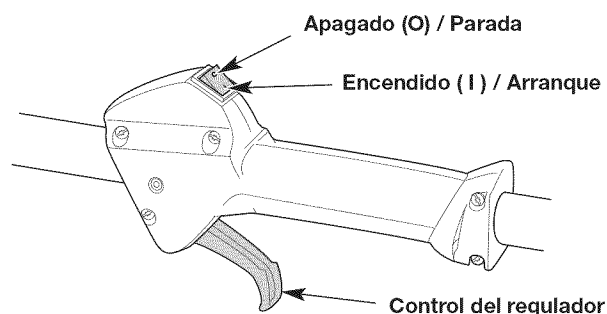

Fig. 7
NOTA: No hay necesidad de encender la unidad. El interruptor de Encendido/Apagado debe estar en la posición ENCENDIDO (I) en todo momento (Fig. 7).
6. **NO** oprima el control del regulador (Fig. 7). Tire de la cuerda con movimiento controlado y firme hasta que la unidad arranque (Fig. 10).
2. Oprima y no suelte el interruptor de control de Encendido y Apagado en la posición APAGADO (O) hasta que el motor se detenga por completo (Fig. 7).
6. **NO** oprima el control del regulador (Fig. 7). Coloque el accesorio Speed Start™ en el puerto Speed Start™ (Fig. 21). Consulte la sección *Operación* del manual del operador del accesorio Speed Start™.